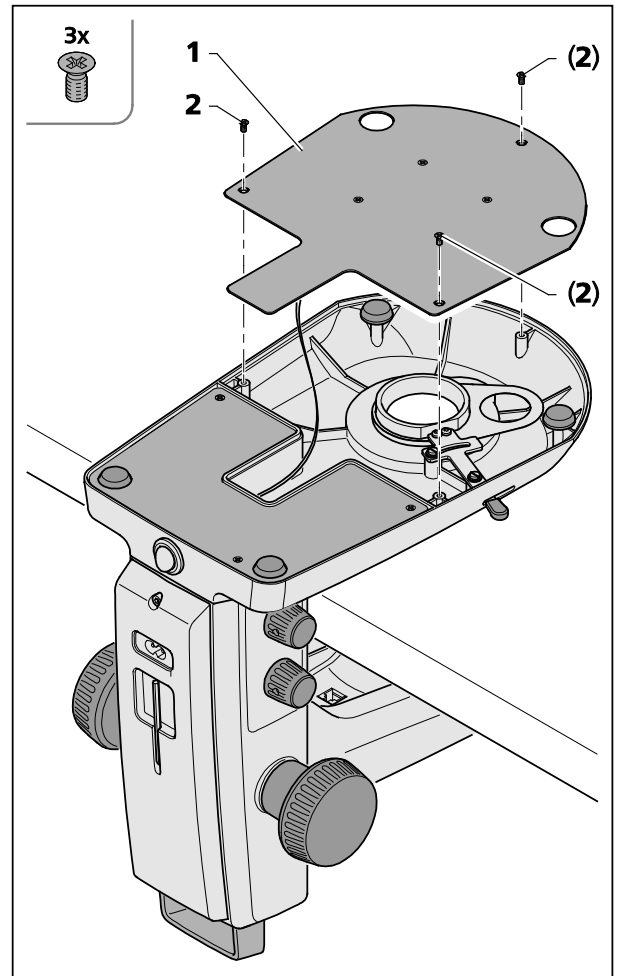

Fig. 22 Abrir a placa de cobertura do estativo K EDU
A placa de cobertura do estativo (Fig. 22/1) pode remover-se para a limpeza ou a extração de corpos estranhos caídos para dentro, por inadvertência.
- Para isto desatarraxar os três parafusos de fendas cruzadas (Fig. 22/2) e remover com cautela a placa de cobertura do estativo (Fig. 22/1), pondo-a de lado.
- Reparar em que o cabo não se separe da placa de cobertura do estativo (Fig. 22/1).